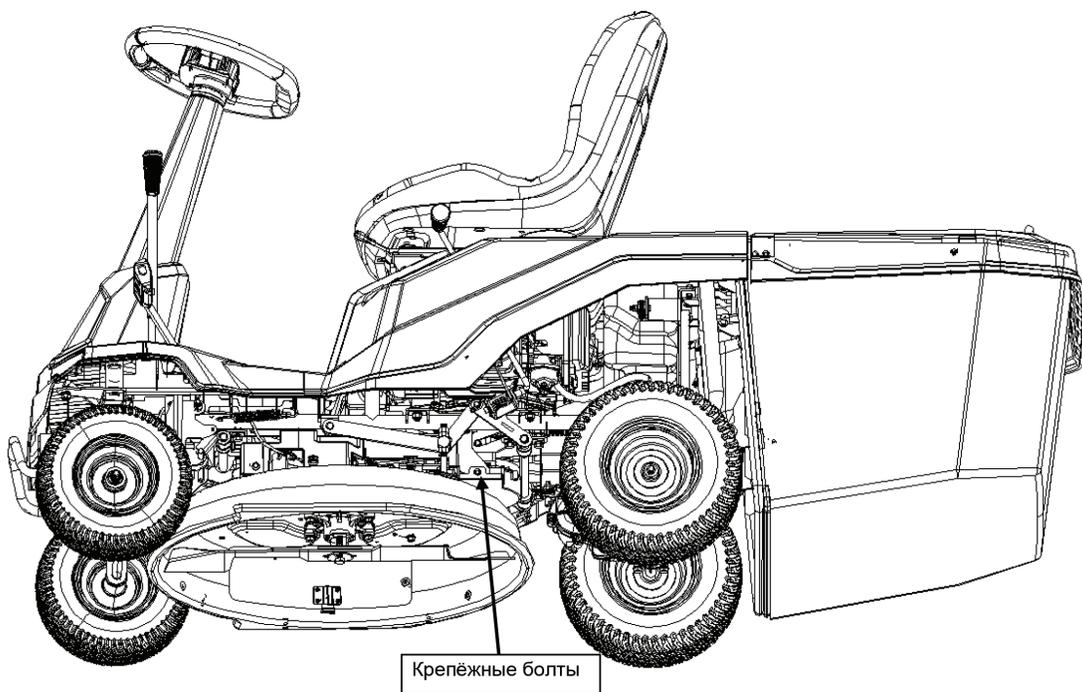

Рис. 27
5. Выверните 2 крепежных болта нижнего приводного щитка и снимите приводной ремень ножа со шкива (рис. 27).